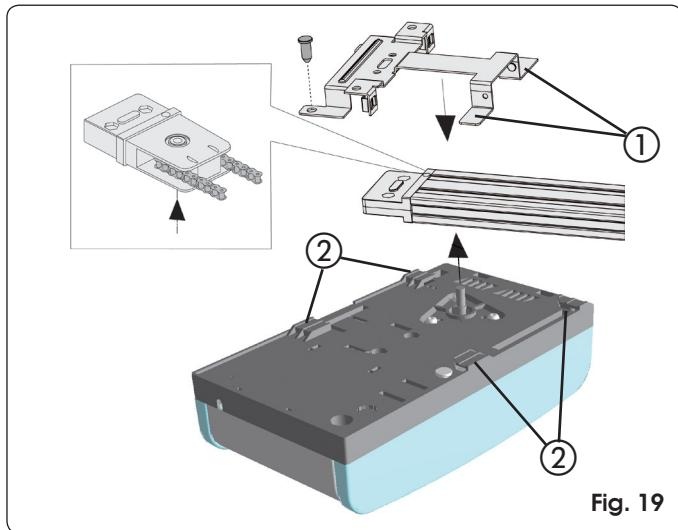
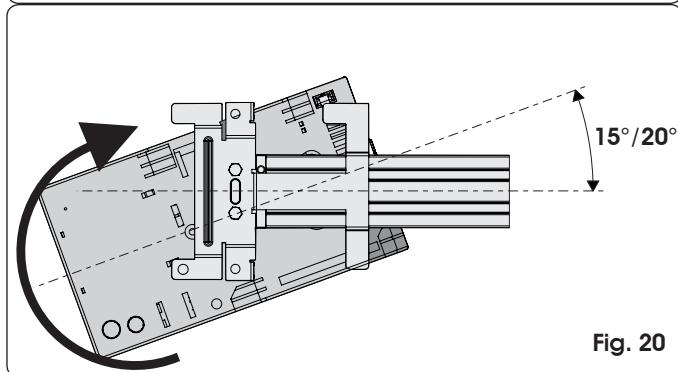
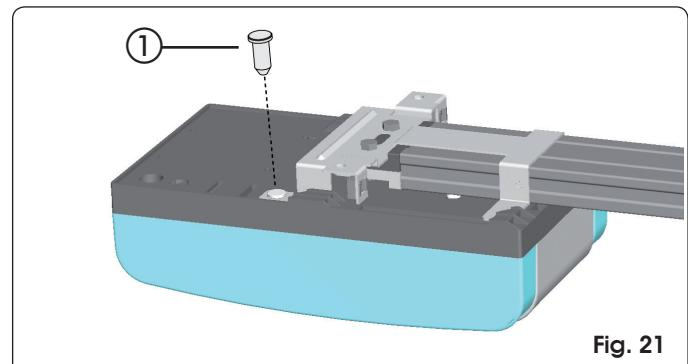

Fig. 19
Fig. 20
Fig. 21
- 1) Manteniendo inclinado 15°/20° el operador (Fig. 20), introduzca el eje del motorreductor en el acoplamiento presente en el empalme posterior de la guía de deslizamiento y acerque las aletas (Fig. 19 ref. ①) a los alojamientos situados en el fondo de la base del operador (Fig. 19 ref. ②).
- 2) Gire el operador en el sentido indicado en la Fig. 20 hasta la posición mostrada en la Fig. 21 de modo que la chaveta se introduzca en el orificio del empalme posterior (Fig. 21 ref. ①).